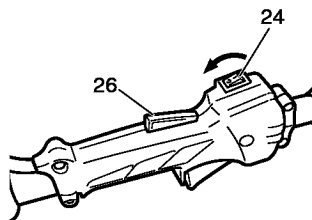

Fig. 29
**Arrêt de la débroussailleuse (Fig. 29, 30)**